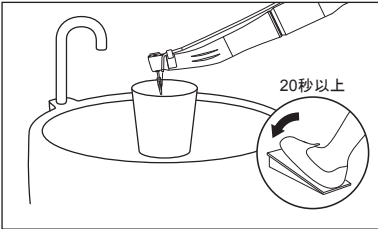

図11
- ハンドピースを 20 秒以上作動させ、注水されていること、異常がないことを確認します。（図11）